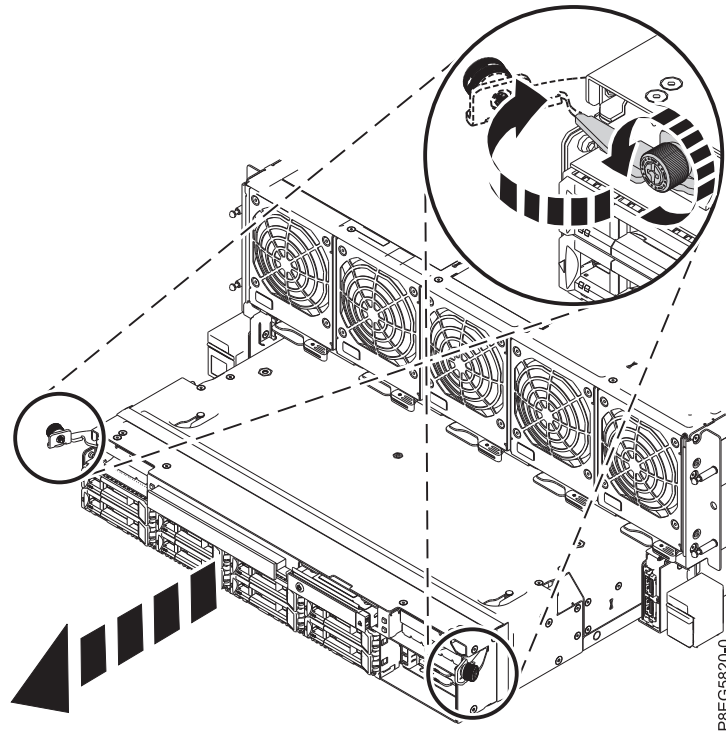

Abbildung 10. RAID-Baugruppe aus dem System ausbauen
2. Drehen Sie die Rändelschrauben an der RAID-Baugruppe, um sie zu lösen, wie in Abb. 10 auf Seite 11 gezeigt.